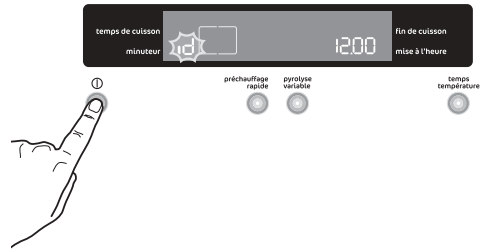

Fig. 18
3. En appuyant sur la touche "**Marche / Arrêt**" **⓪**, la mention "**id**" apparaîtra sur l'affichage (Fig. 18).